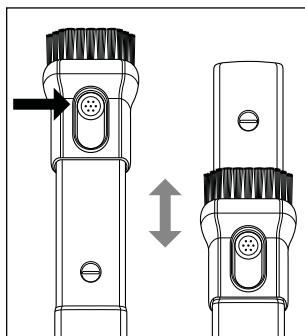

Fig. 3
- ◆ Hold knappen på børstemundstykket trykket ind for at justere 2-i-1 sugemundstykket 12. Skub børstemundstykket fremad, hvis du ønsker at bruge børstemundstykket. Skub børstemundstykket tilbage, når du ønsker at bruge fugemundstykket (se fig. 3).